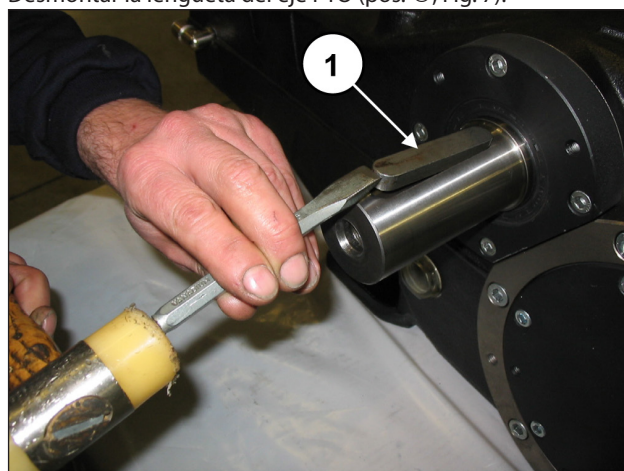

Fig. 7
Desmontar la lengüeta del eje PTO (pos. ①, Fig. 7).